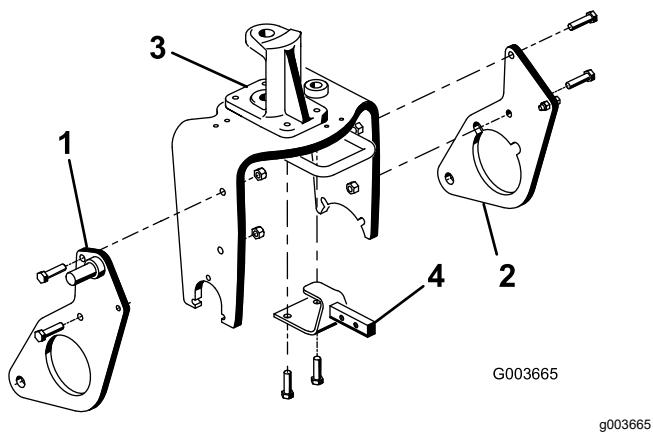

Рисунок 11
- Свободно закрепите правую плужную пластину на правой стороне вилки поворотного колеса с помощью 2 болтов (1/2 x 2 дюйма) и контргаек, как показано на Рисунок 11.